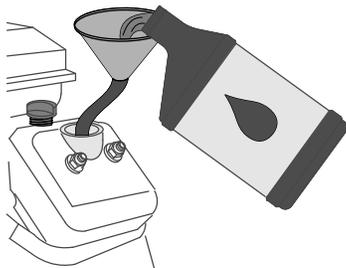

Figura 71
- Si el nivel de aceite es bajo, limpie la zona alrededor del cuello de llenado y añada aceite del tipo especificado (Figura 71) hasta que el nivel de aceite esté entre las zonas sombreadas de la varilla.